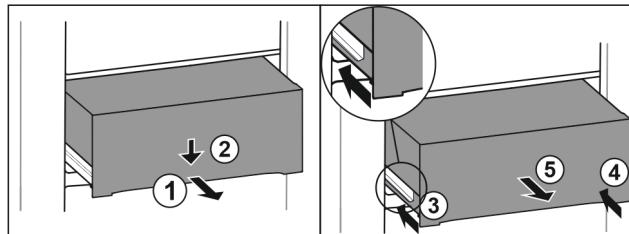

Fig. 155
- Изтеглете чекмеджето наполовина. Fig. 155 (1)
- Натиснете надолу чекмеджето от предната страна. Fig. 155 (2)
- Вкарайте лявата релса приблизително 2 см навътре. Fig. 155 (3)
- Вкарайте дясната релса приблизително 2 см навътре. Fig. 155 (4)
- Извадете чекмеджето напред. Fig. 155 (5)